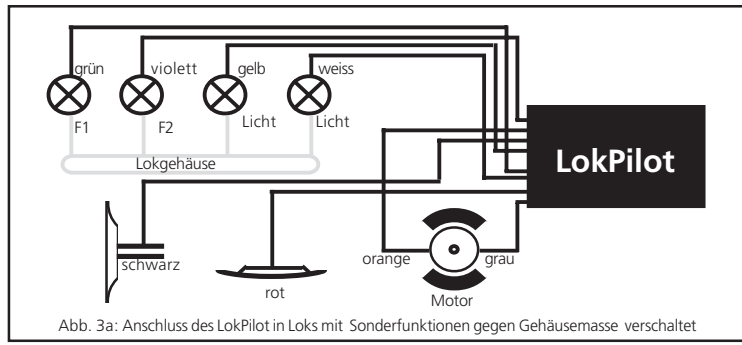

Abb. 3a: Anschluss des LokPilot in Loks mit Sonderfunktionen gegen Gehäusemasse verschaltet
- b) Die Lampen/Funktionen sind gemeinsam gegen die Lokmasse geschaltet (z.B. fast alle Märklin®-Lokomotiven sowie ältere Fleischmann®- oder ROCO®-Loks). Diesen Fall zeigt Abb.3a.